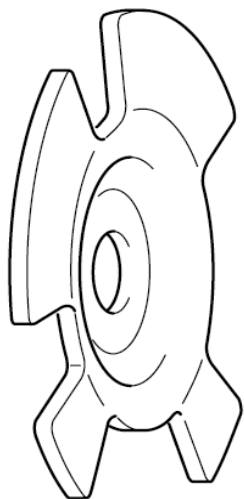

Fig. 3: Roata curbată a codicatorului
**Pinioanele din oțel presat:** Roata codicatorului are o față curbată (Fig. 3). Aceasta elimină necesitatea unui inel distanțier.